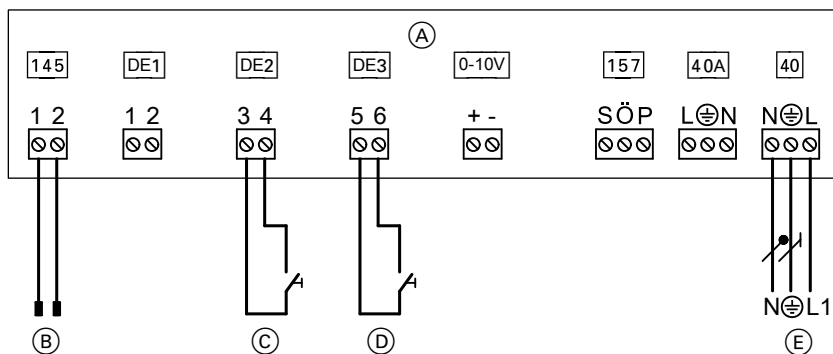

Abb. 37
- Die beiden potenzialfreien Kontakte werden an der Erweiterung EA1 angeschlossen, gemäß Abb. 37.